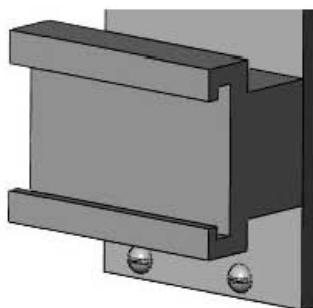

Рис. 6.70. Вставленные в ПП винты
6. Вставьте еще три винта и выйдите из команды, нажав клавишу Esc. В результате винты займут положение, показанное на рис. 6.70.